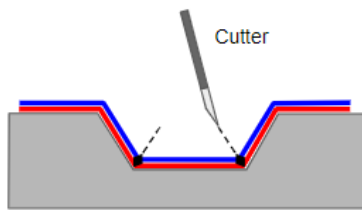

Abbildung 9
- Schneiden Sie die Kanten mit einem Cutter dort, wo das Material während der Verklebung zu viel Spannung entwickelt hat. *Abbildung 9*
Dies nimmt die Spannung und verhindert, dass das Material sich aus der Vertiefung löst. *Abbildung 9*